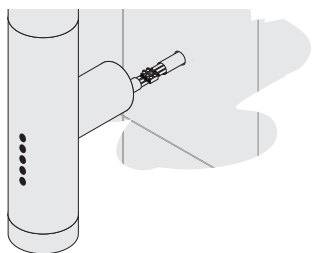

Рис.11
- 4.2.6. Соединить провода полотенцесушителя с проводом из стены с помощью клеммных колодок (рис. 11).